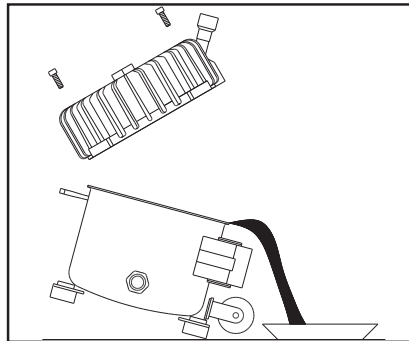

Fig.10
Act as follows fig.10:
Folgendermassen vorgehen, Abb. 10:
- d) Undichtigkeit am Rückschlagventil. Das flexible Druckrohr muß vom Rückschlagventil abgenommen werden. Bitte prüfen Sie, ob aus dem Lufttank durch das Ventil entweicht. Wenn es passiert, den Ventilpfropfen losschrauben (Abb. 10 Nr. 1), und den Gummipfropfen (Abb. 10 Nr. 2) und seinen Sitz mit einem trockenen Tuch genau saubermachen. Ist das Ventil undicht, muß dieses anwechselt werden.